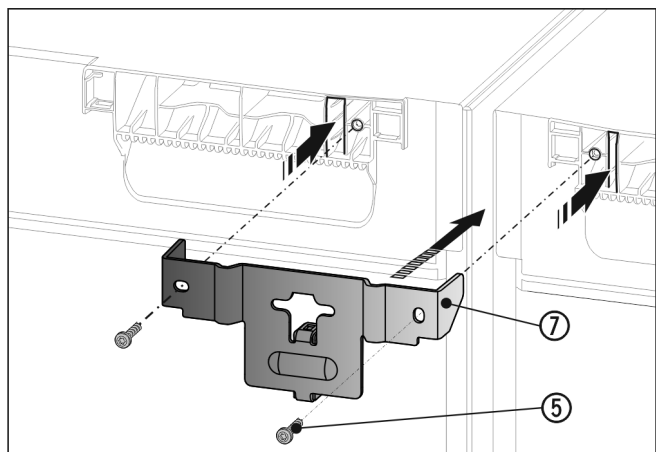

Fig. 18
- ▶ Winkel Fig. 18 (7) mit dem Distanzstück zwischen die Geräte und mit den Laschen in die Gerätedecke schieben. Mit 2 Schrauben Fig. 18 (5) festschrauben.